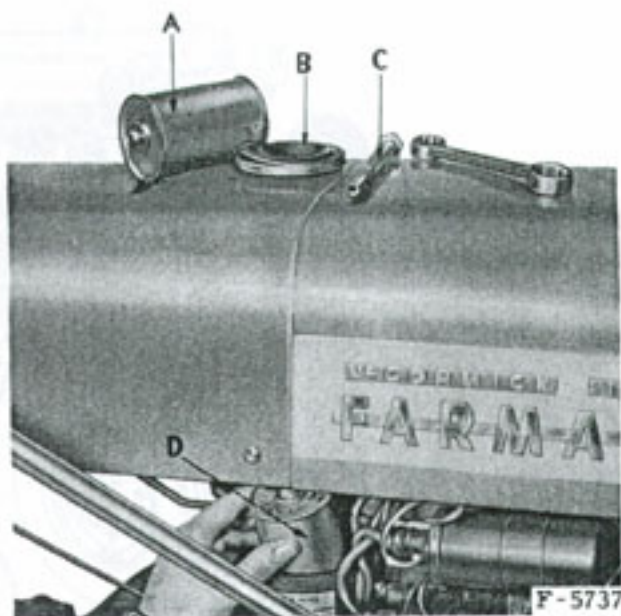

Figure 15A - A- Élément filtrant usagé. B- Couvercle du filtre à huile avec joint. C- Vis de fixation du couvercle. D- Élément neuf.
4. Dévissez et retirez la tige "C" et son joint (figure 15A).